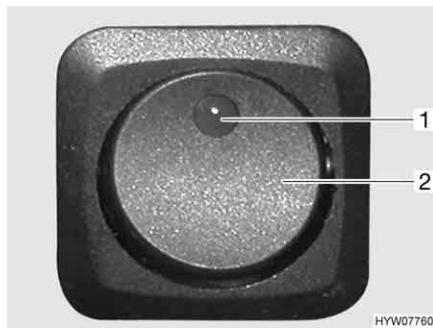

Fig. 11 Interruttore per luce con regolazione in curva/luce fendinebbia
- Premere l'interruttore (Fig. 11,2). La spia verde di controllo (Fig. 11,1) nell'interruttore indica il funzionamento.